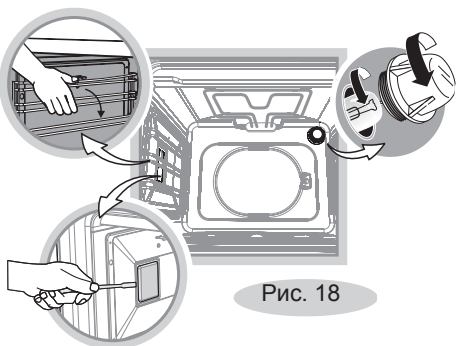

Рис. 18
- Откройте стеклянный плафон (рис. 18).
- Плафон боковой подсветки, при наличии, снимается с небольшим усилием. (рис. 18).